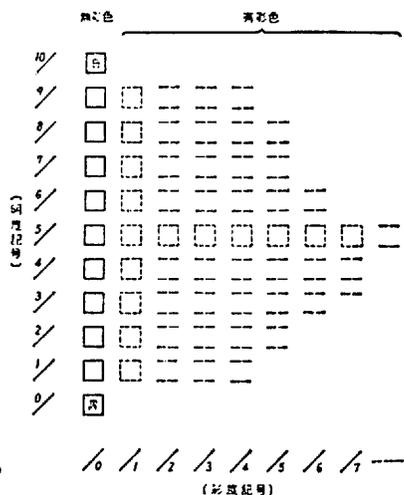

図2 等色相面における明度と彩度
2) 明度 (V) —— これは無彩色を基準として、理想的な黒を0、理想的な白を10として、その間の明るさの感覚の差が等歩度になるように分割したものである。(図2)。
3) 彩度 (C) —— 図2に示すように無彩色を0として、さへかたの割合の増加にしたがって、等歩度に順次1, 2, 3……と記号を符す。
— 図 2 —
この種の破壊は挫屈と呼ばれる。比較的短い圧縮材（b）は、このように曲ることなく、ある荷重において圧縮破壊固有の滑り破壊（Ⅳ）を起す。さらに短い圧縮材（短柱）を圧縮すると、材軸方向に縮むと同時に、側方へ膨れる。しかしながら、両圧縮面である端面は、加圧板との摩擦のために膨れることができず、図2のⅡのように、試験体は太鼓形となる。短柱であるほど、破壊し難くなり、強さも大となる。このように、長さ寸法との関係は結果に大きい影響をおよぼす。